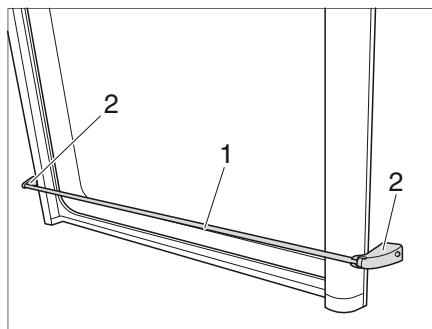

Bild 89 Fallskyddsanordning
- Ta tag i fallskyddsanordningen (Bild 89,1) nära de två fästena (Bild 89,2) och dra framåt.
- Kläm fast fallskyddsanordningen (Bild 89,1) in de två fästena (Bild 89,2).